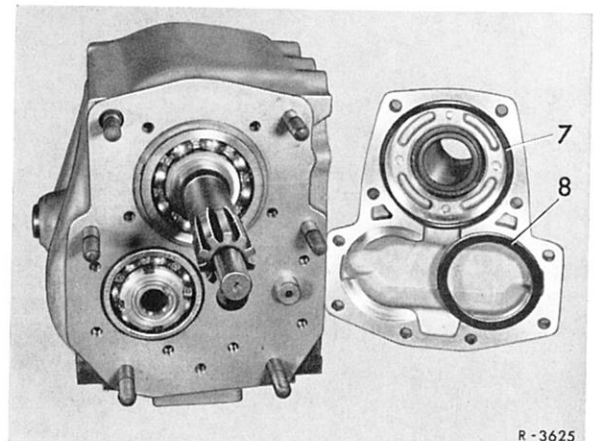

Bild 26-7/2
- 5 Befestigungsschrauben (9) für das Lagerrohr (10) heraus-schrauben und Lagerrohr abnehmen (Bild 26-7/3).